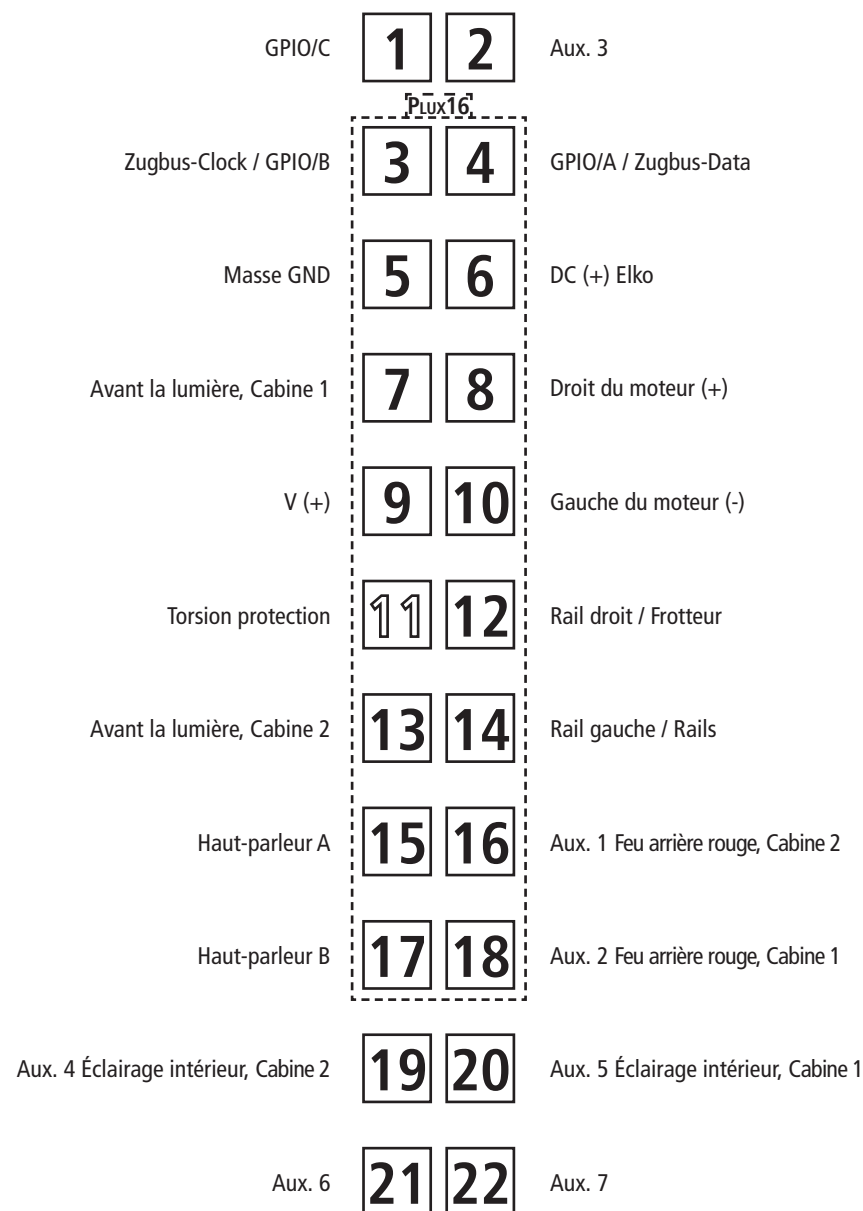
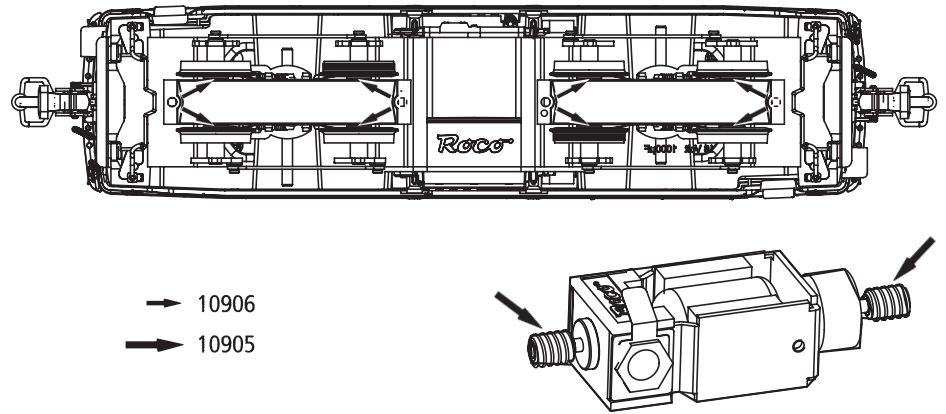

Fig. 5
Fig. 6
**2. Haftreifenwechsel:** Zuerst den Getriebedeckel sowie die Triebstangen abnehmen (Fig. 6). Danach den **Radsatz** herausnehmen und die **Haftreifen** mit einer Nadel od. mit einem feinen Schraubendreher abziehen (Fig. 5). Beim Aufziehen der neuen Haftreifen darauf achten, dass diese sich nicht verdrehen.
**2. Change of traction tyre:** Remove the gear cover as well as the driving rod (fig. 6). Take out **wheel set** and remove **traction tyre** using a pin or a fine screwdriver (fig. 5). When pressing on the new traction tyre please **avoid twisting it**.
**2. Échange des bandages d'adhérence:** Démontez d'abord le **couvre-carter des engrenages** des engrenages ainsi que la tige de conduite (fig. 6). Délogez ensuite les essieux bandagés et enlevez, à l'aide d'une aiguille ou d'un tourne-vis fin, les bandages d'adhérence (fig. 5). Lors du montage des nouveaux bandages veuillez veiller à ce que les bandages **ne soient pas tor-dués**.